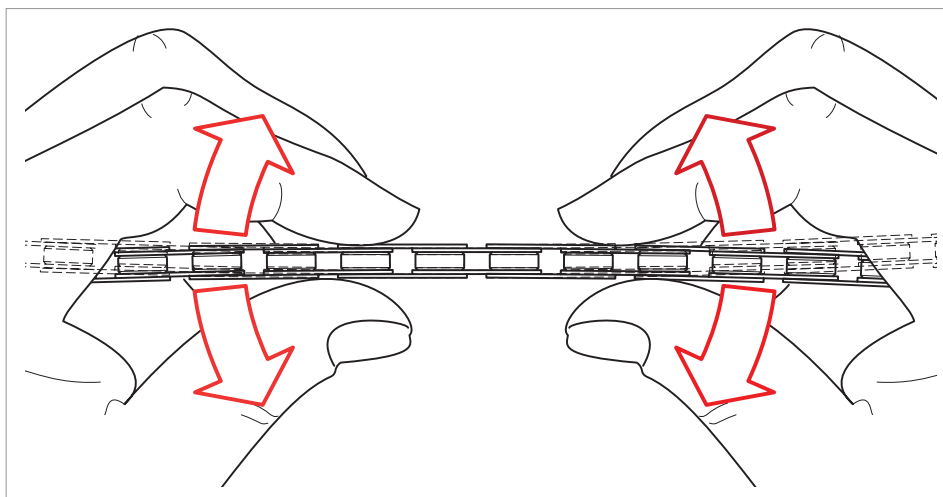

Fig.22
- Libérez éventuellement l'articulation en exerçant de légères flexions latérales sur les maillons (Fig. 22).